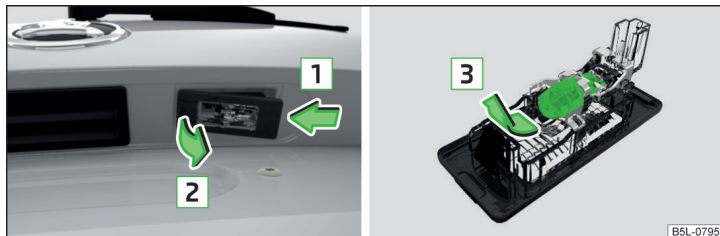

Fig. 203 Retirar la luz de la matrícula / cambiar la bombilla
- Presione la lámpara en el sentido de la flecha 1 » fig. 203 hasta que esté soltada.